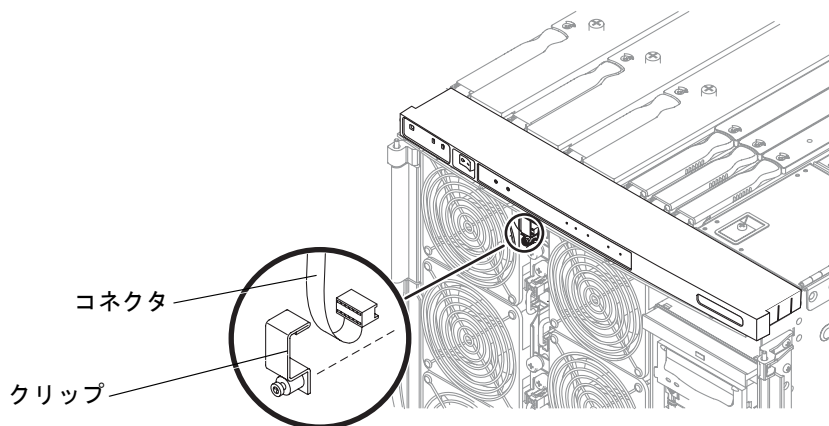

図 7-8 システムインジケータボードのコネクタの固定クリップの取り付け
7. ファントレー上部のソケットにシステムインジケータボードのコネクタを接続します。固定クリップを取り付けます (図 7-8)。